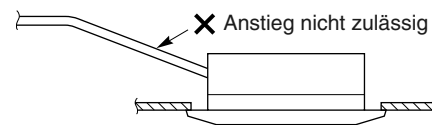

Abb. 3-13
- Das Rohr nicht so einbauen, dass es von der Anschlussstelle aus ansteigt. In diesem Fall fließt das Ablaufwasser zurück in das Gerät, was nach dem Ausschalten eine Undichtigkeit verursacht. (Abb. 3-13)